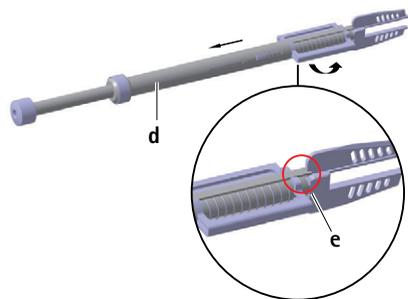

Fig. 3
- ▶ Encliqueter la rainure **e** du logement **d** dans la traverse du burin, voir Fig. 3.